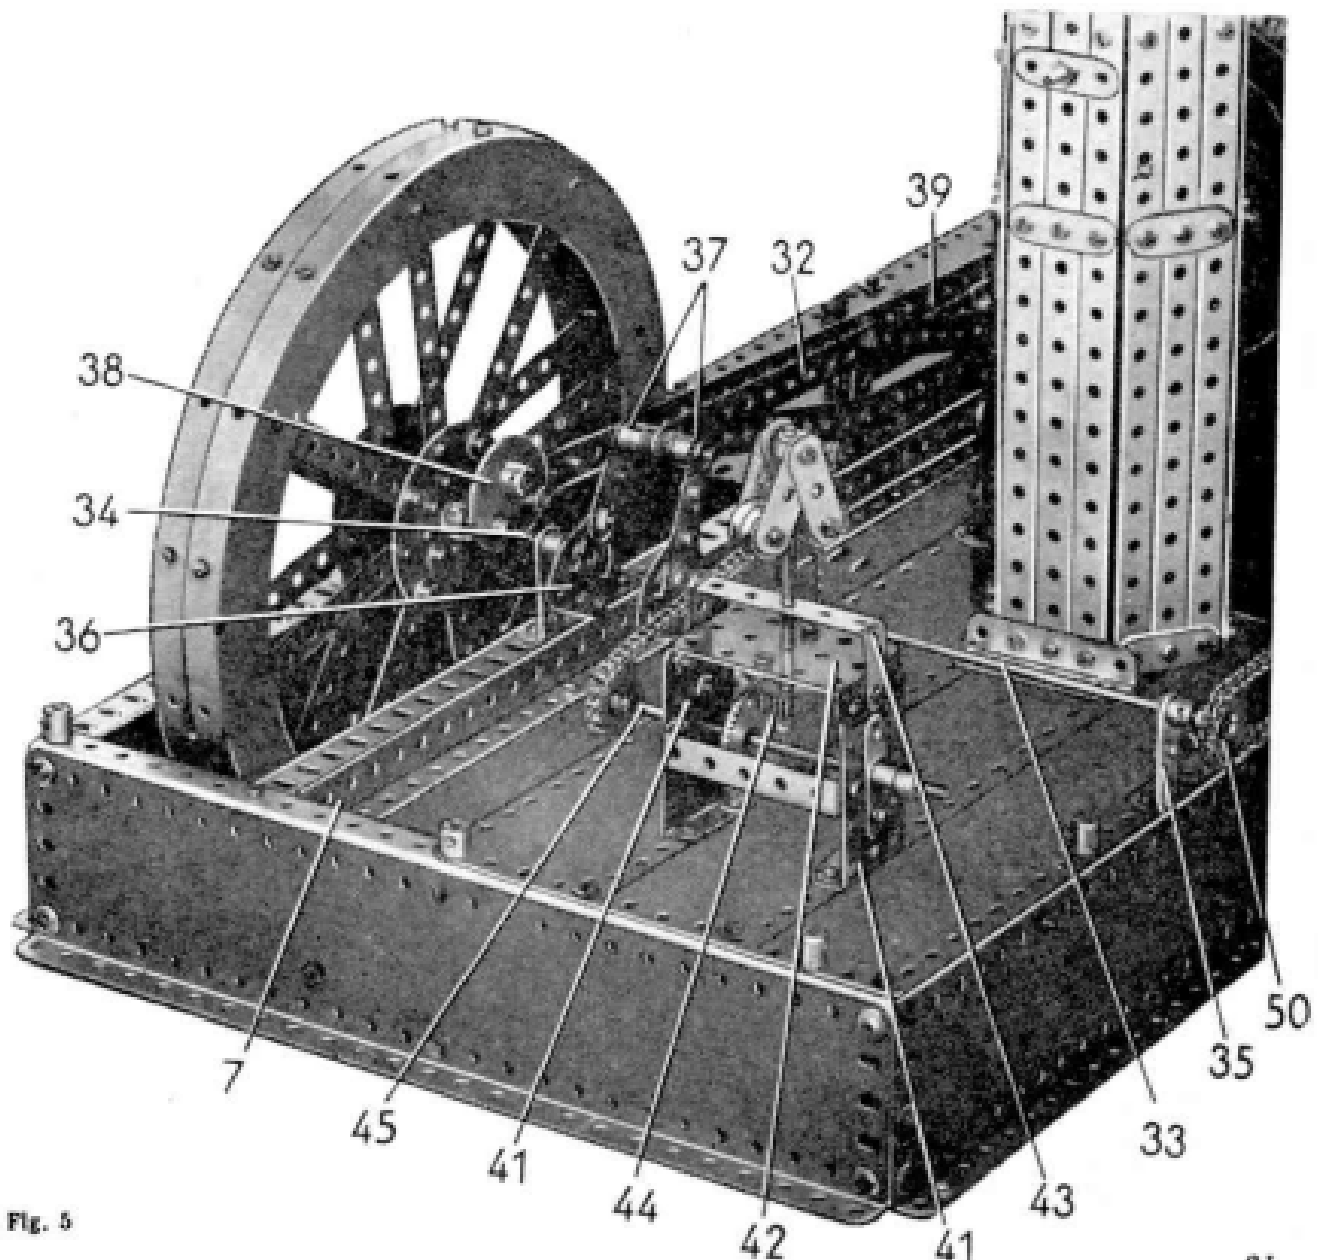

FIG. 5
LE VOLANT ET LE RÉGULATEUR (fig. 5).
garnissant les côtés de la chaudière. Une roue de chaîne de 14 dents (49) montée à l'extrémité de la tringle de 20 cm. entraîne par chaîne Galle une roue de chaîne de 18 dents (50) fixée à l'extrémité de la tringle (33) (fig. 5).